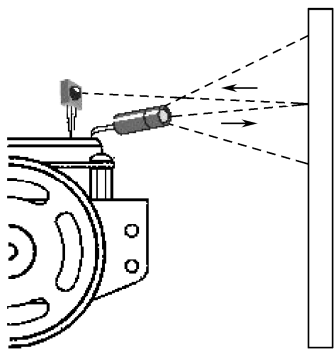
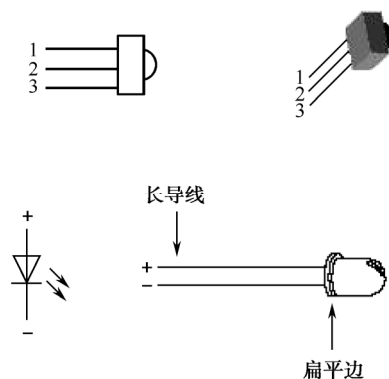

图 5.1 用红外光探测障碍物
图 5.2 红外线发射二极管和接收管
在机器人上建立的红外光探测物体系统在许多方面就像汽车的前灯系统。当汽车前灯射出的光从障碍物体反射回来时，人的眼睛就发现了障碍物体，然后大脑处理这些信息，并据此控制身体动作驾驶汽车。机器人使用红外收发传感器：红外线发射二极管和接收管来探测障碍物，如图 5.1 和图 5.2 所示。 V_{CC}
- 放一个物体，如手或一张纸，距离左侧 IR 组一段距离，参考图 5.1。